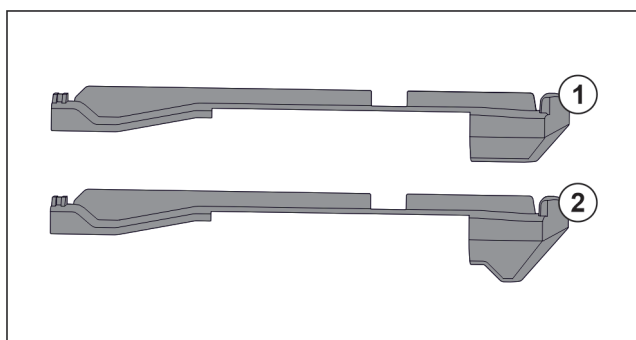

Fig. 29 Porovnanie násuvných dielov
V zariadení sa nachádzajú dva rozdielne násuvné diely. Násuvný diel nad spodnou zásuvkou Fig. 29 (2) má trojuholníkovú hranu. Všetky ostatné násuvné diely Fig. 29 (1) majú rovnú hranu.
- ▶ Namontujte násuvný diel Fig. 29 (2) s trojuholníkovou hranou nad spodnú zásuvku.
- ▶ Namontujte násuvný diel Fig. 29 (1) s rovnou hranou na všetky ostatné miesta.